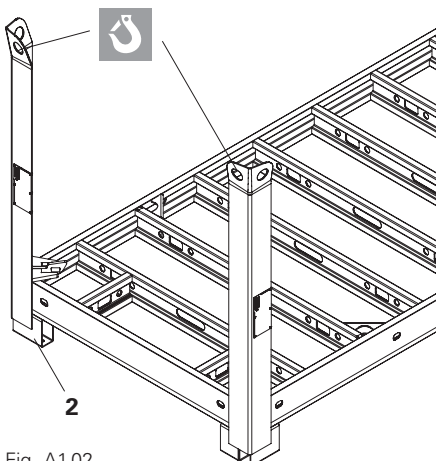

Fig. A1.02
1. Appoggiare il primo elemento sui tubi rettangolari (2) con il pannello rivolto verso il basso. (Fig. A1.02)